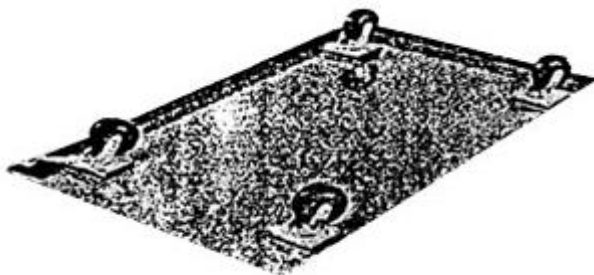

Рис. 5
- Расположите верхнюю часть основания лицом вниз, а затем установите на ней четыре колеса в соответствующее положение (рис. 5). Затяните их с помощью гаечного ключа.